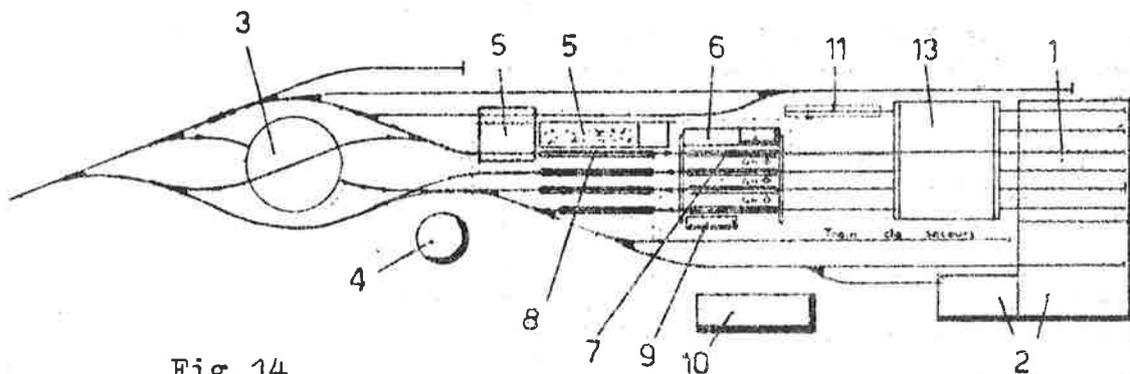

Fig. 14
- 13 - pont transbordeur (fig 14)